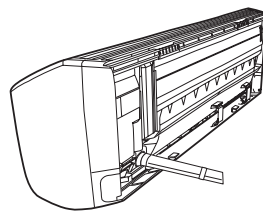

图7
(1) 当要把铜管从后面引出时, 将铜管、排水管和连接电缆一起用附件⑫胶带绷紧。(图7)